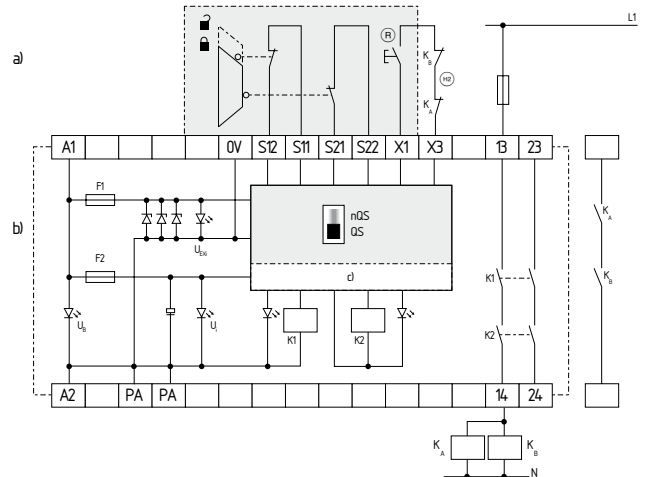

Fig. 6
Controlo de dois canais, representado no exemplo de uma monitorização de porta de proteção com dois interruptores de posição, sendo um contacto de abertura forçada; com botão externo de Reset (R) (ver Fig. 6)
- (R) = Circuito de retorno